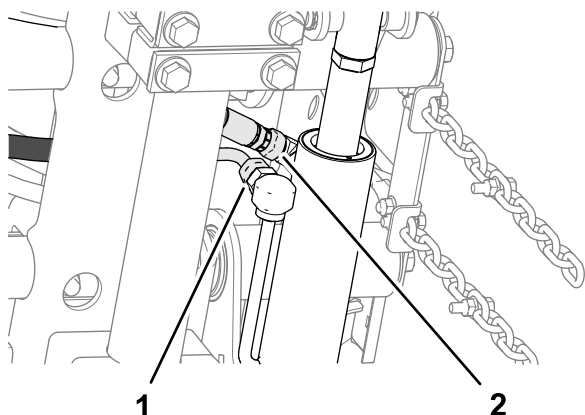

Bild 16
- Legen Sie ein Distanzstück zwischen der Trägerplatte und der Montageplatte ein (Bild 16) und befestigen Sie die Platten und das Distanzstück lose mit einer Schlossschraube ($\frac{3}{8}$ " x $1\frac{1}{4}$ ") und einer Sicherungsbundmutter ($\frac{3}{8}$ ").